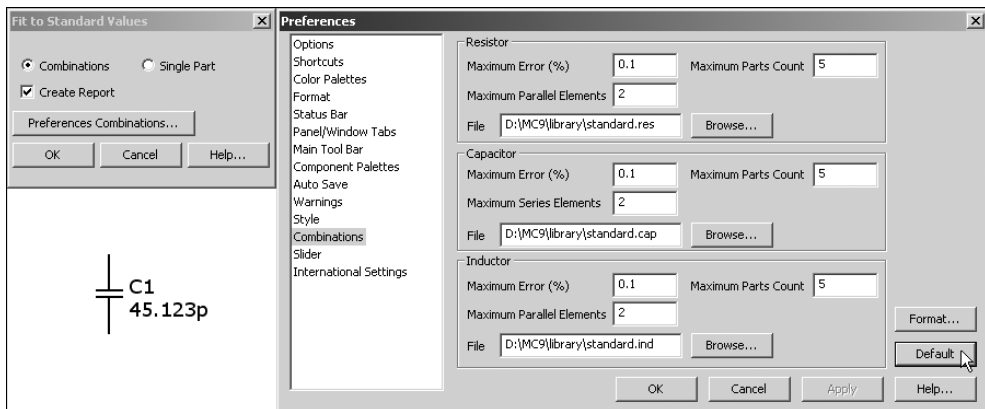

Рис. 3.5 – Выполнение команды подбора комбинации стандартных компонентов
- **Fit to Standard Value (Ctrl+Shift+S)** — позволяет подобрать для значений сопротивлений, емкостей, индуктивностей соответствующие компоненты (single) или комбинацию последовательно-параллельного соединения компонентов (combinations) со стандартными номиналами. Открывающееся диалоговое окно с включенной панелью *Preferences Combinations* выглядит следующим образом (рис. 3.5). В результате выполнения команды (рис. 3.5) производится следующий подбор: